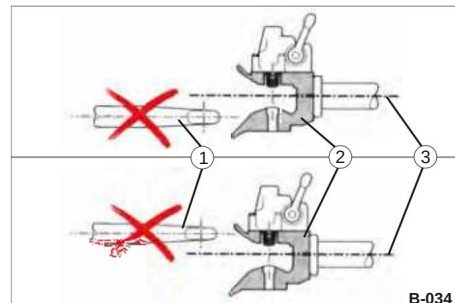

Fig. 42 Højdejustering forkert
• Juster højden, så trækstangen rammer den centrale akse (fig. 42/3) eller den nederste flig af fangåbningen en smule.